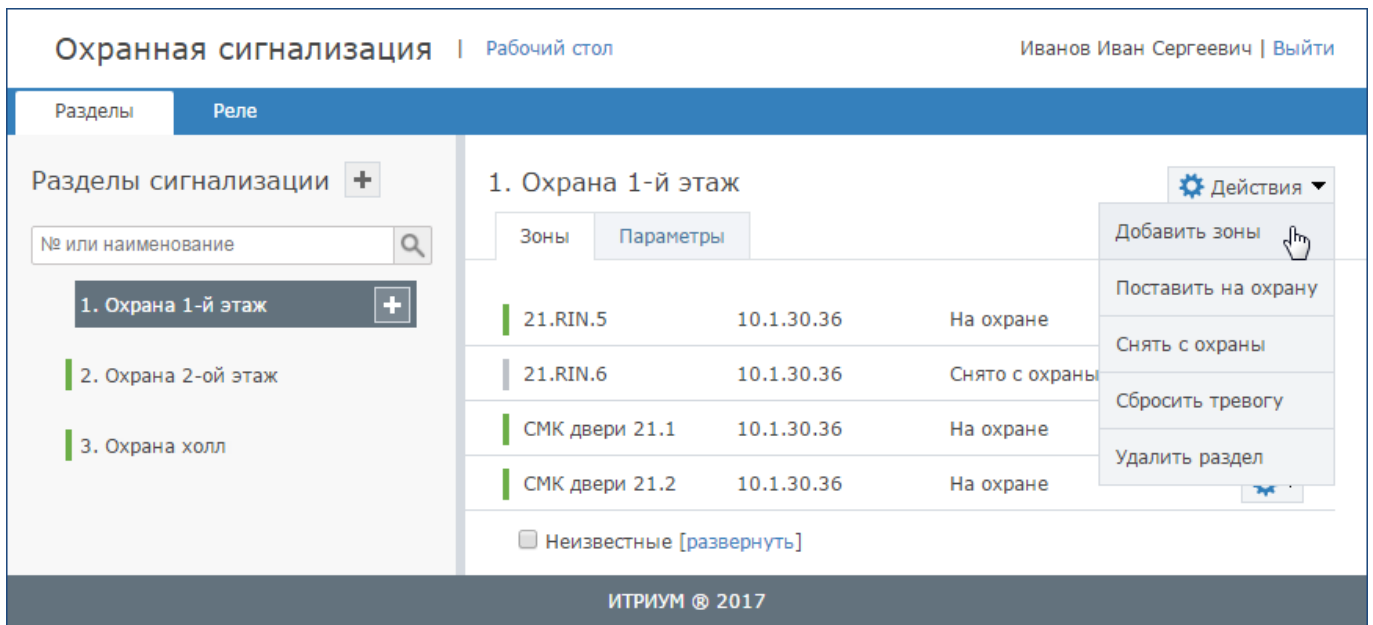

Рисунок 9.61 — Добавление охранных зон в раздел
- В окне справа, предназначенном для отображения списка зон раздела, нажмите на кнопку **Действия**  **Действия** ▾, выберите команду **Добавить зоны** (рисунок 9.61).